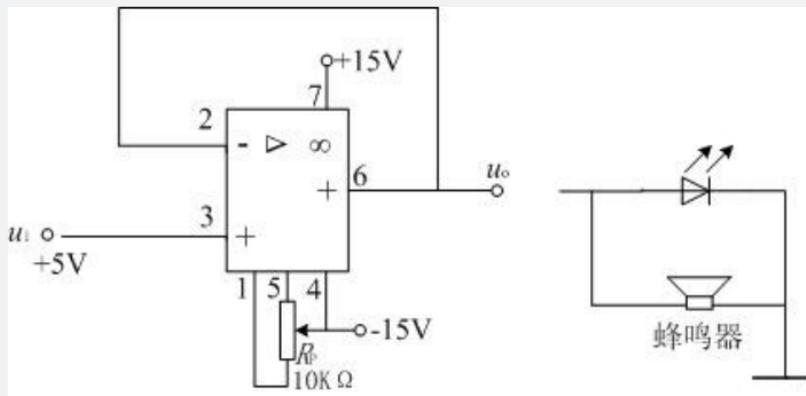

图3 电压跟随器实验
(2) 将NI myDAQ提供的直流5V电压先通过一个电压跟随器，再与发光二极管和蜂鸣器并联电路连接，如图3. 观察发光二极管亮度，倾听蜂鸣器是否鸣叫，测量此时的输出电压，说明造成两种实验现象的原因。